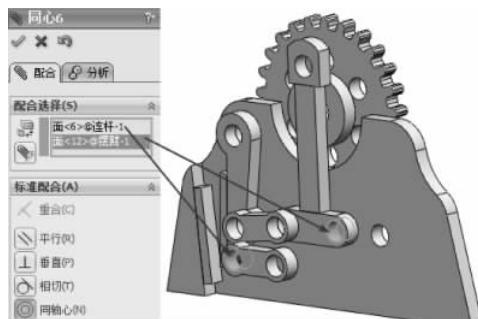

图 3-148 同轴心配合
(11) 选择【标准配合】选项组下的【同轴心】配合类型  , 在【要配合的实体】选择框  中选择如图 3-148 所示的面, 其他保持默认, 单击【确定】按钮  , 完成同轴心配合。